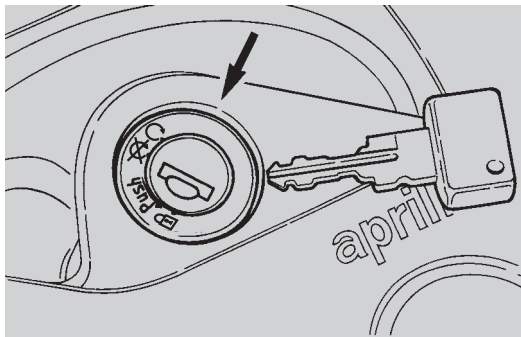

Fig. 26
- posizionare l'interruttore di accensione su "⊗" (Fig. 26);